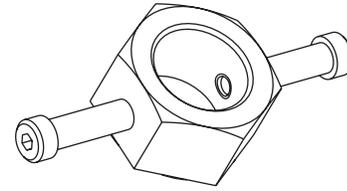

Figura 8. Tuerca para extensión de birlo
5. Posicione la placa de sujeción en las tres extensiones para birlo y rosquee la tuerca para extensión de birlo (figura 8) en las extensiones del birlo. Asegúrese que el sub-ensamble de la extensión de la terminal de la rueda este firmemente asentado a la cara del rin y ligeramente apriete cada tuerca para extensión